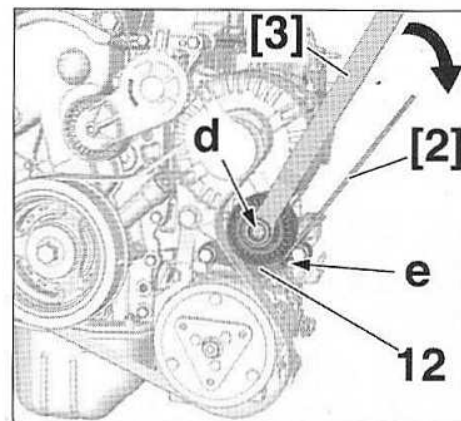

FIG.13
- Positionner l'outil [3] en (d) (Fig.13).
- A l'aide de l'outil [3], comprimer le tendeur dynamique inférieur (12) dans le sens horaire.